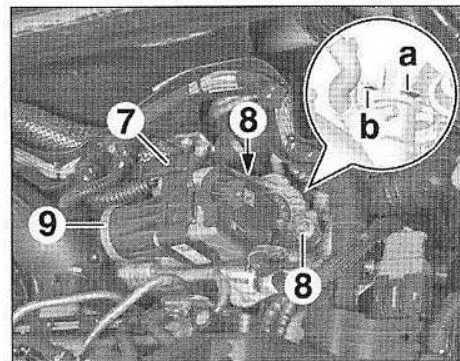

FIG.140
- Débrancher le connecteur (7) (Fig.140).
- Déposer les vis (8).
- Déposer la vanne de recyclage des gaz d'échappement (9).